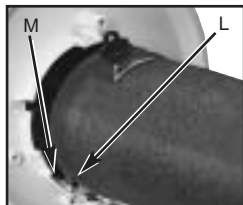

Fig. 4-3F
3. Hold inlet cover open. Insert tube aligning tabs (L) and notches (M). Turn clockwise to lock tube into position (Figure 4-3F).
3. Tenir le capot d'admission ouvert. Introduire le tube en alignant les pattes (L) et les encoches (M). Tourner à droite pour verrouiller le tube en position. (Figure 4-3F).